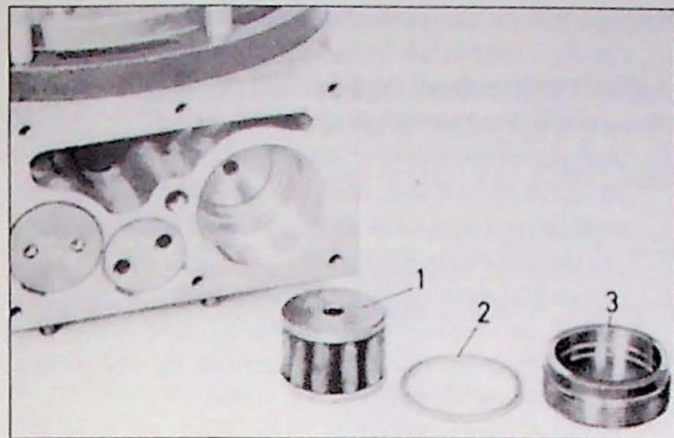

Fig. 7.27. Fijnfilter. 1. filter; 2. pakking; 3. plug
2. Verwijder de plug en neem de pakking en het fijnfilter uit (Fig. 7.27).